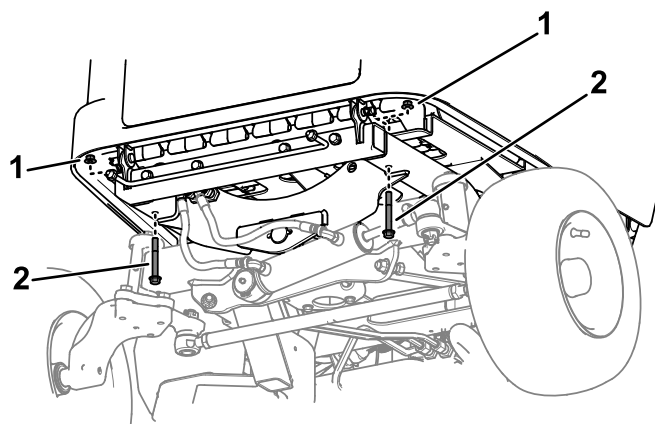

Figura 11
- Scoateți și păstrați 2 uruburi ($\frac{3}{8} \times 2 \frac{3}{4}$ ") și 2 piulițe ($\frac{3}{8}$ ") pentru a fixa tava posterioară a bateriei la cadru (Figura 11).